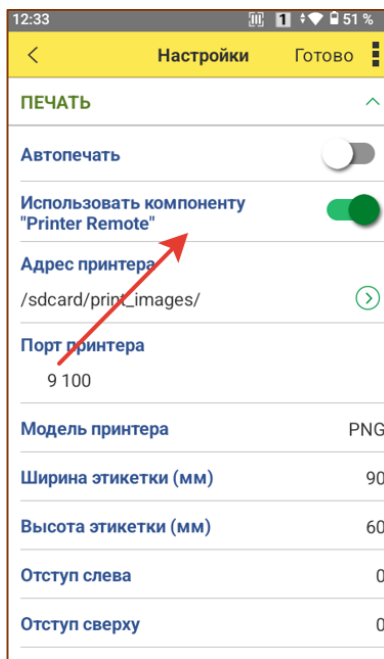

Рис. 5.18 – Компонента «PrinterRemote»
2. **Компонента «PrinterRemote».** Позволяет отправлять на печать данные этикеток. Для компоненты также нужно выбрать язык принтера (в настройках называется «модель принтера»), адрес принтера, а также параметры печати. Для этой компоненты также нужно указать порт принтера. По умолчанию обычно порт 9100 – он и устанавливается как «по умолчанию». Эта компонента используется, когда модель принтера указана **НЕ** PNG. Порт исчезает с экрана, если настройка использования компоненты выключена (Рис. 5.18).